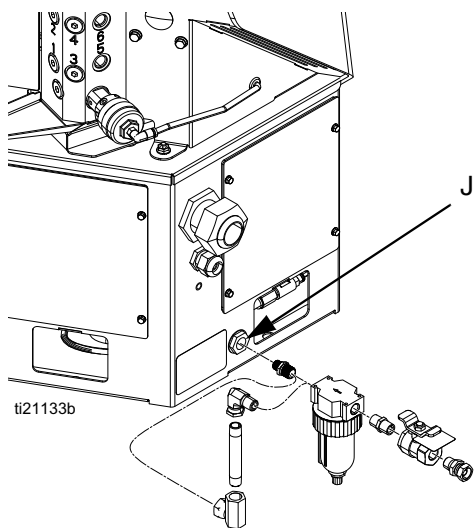

FIG. 10
9. Montera den medföljande kulventilen för avluftning av luftinloppet och luftfiltersatsen (Graco, artikelnr 24R707) i honkopplingen på 1/4 NPT-luftinloppet (J). Se FIG. 10.